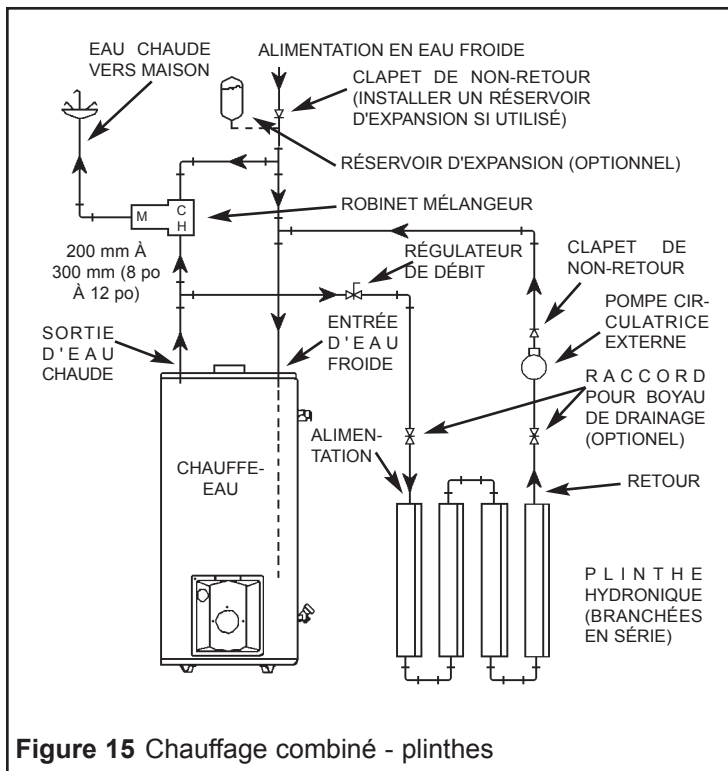

Figure 15 Chauffage combiné - plinthes
2. Une boucle de chauffage avec plinthe hydroniques à ailettes (Figure 15).